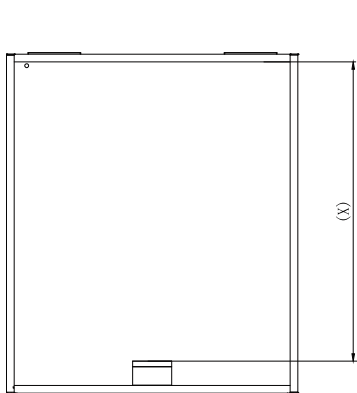
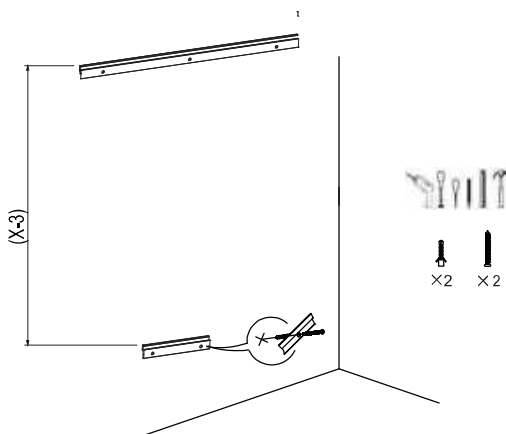

Fig. 3
Fig. 4
2.1 Mida con la cinta métrica la distancia entre las dos barras de aleación de aluminio es (x-3)MM(Fig3.) Repita la operación como se muestra en 1.2-1.4(Fig.4)